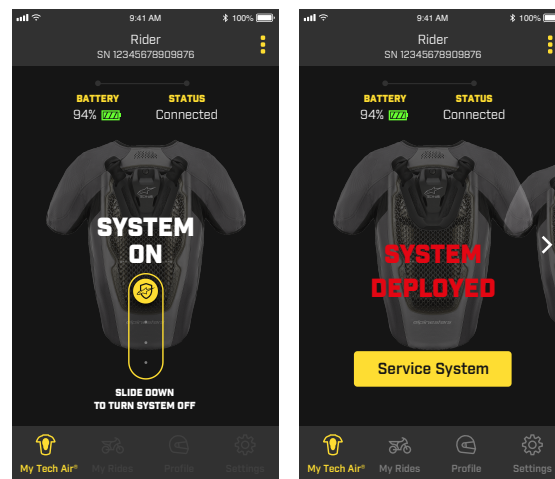

図12
アプリは、システムの実際の動作モードに関する情報を提供し、システムが正しく機能しているかどうかを確認します。画面に表示される「システムオン」という表示は、システムチェックに合格し、システムがアクティブであることを示します。乗車中は「システムオン」モードがアクティブであり、したがって安全上の理由から、ユーザーはほとんどのアプリ機能にアクセスできません。険しいオフロードライディングセッション中など、ユーザーがシステムを無効にする必要がある場合、アプリのスライドアイコンを使用してシステムをオフにすることができます（図12を参照）。再度有効にするには、スライドアイコンを使用するか、フロントフラップ (2) を開閉します。
システムの展開がアプリに表示されるため、ユーザーは事故の際にシステムの実際の展開をアプリから確認することもできます（図12のシステムステータスを参照）。